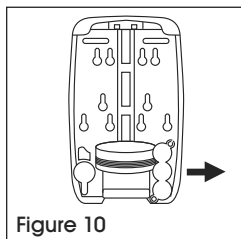

Figure 10
2. Retirez le couvercle du compartiment à piles. (Voir Figure 10)